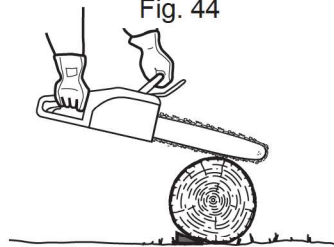

Fig. 45
- > Se o diâmetro do tronco for suficientemente grande para aplicar uma cunha sem tocar na corrente, use a cunha para manter a fenda aberta e assim evitar entalar a corrente (Fig. 45).